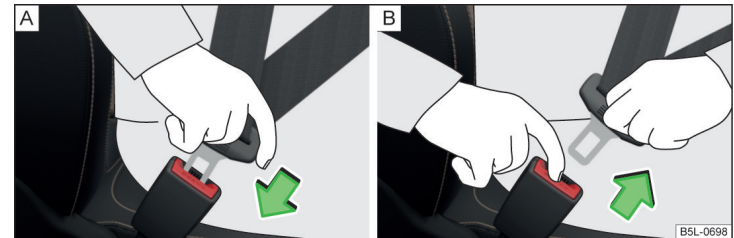

Abb. 27 Sicherheitsgurt anlegen / ablegen
- › Die Schlosszunge in das zum Sitz gehörende Gurtschloss » **Abb. 27** - **A** stecken, bis diese hörbar einrastet.
- › **Abb. 27** - **B**, die Schlosszunge springt heraus.